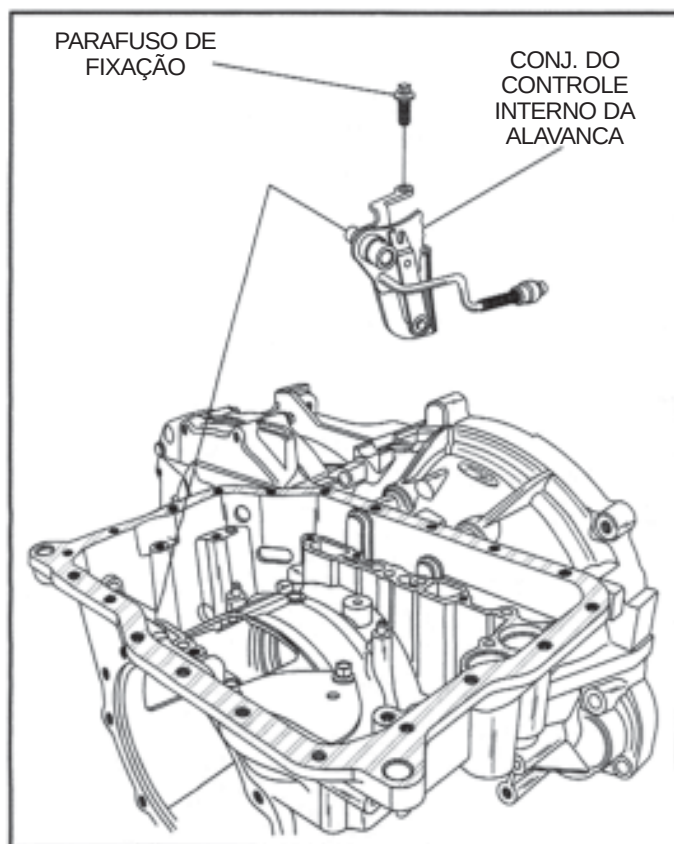

Figura 153
6. Instale dentro da carcaça o conjunto de controle interno da alavanca, conforme ilustrado na Figura 153, e verifique se a alavanca de estacionamento está engatada de forma correta com a trava de estacionamento.